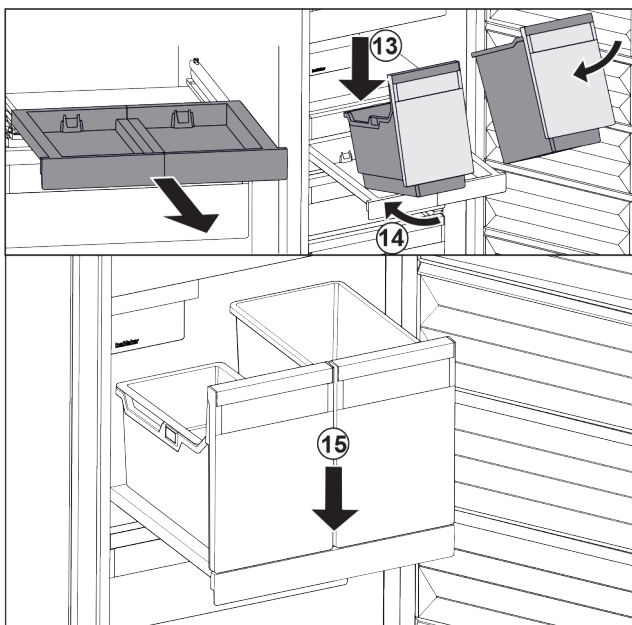

Fig. 86
- Sätt på behållaren i vinkel på utdragshyllan. Fig. 86 (13)
- Skjut in behållaren i vinkel så långt det går. Fig. 86 (14)
- Sätt ned behållaren framtill. Fig. 86 (15)